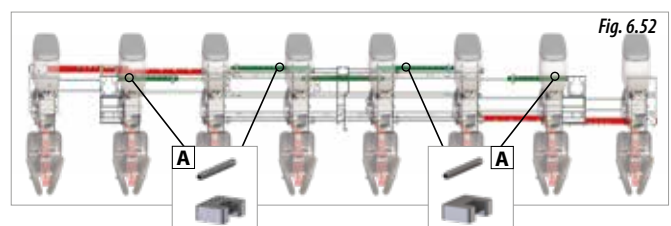
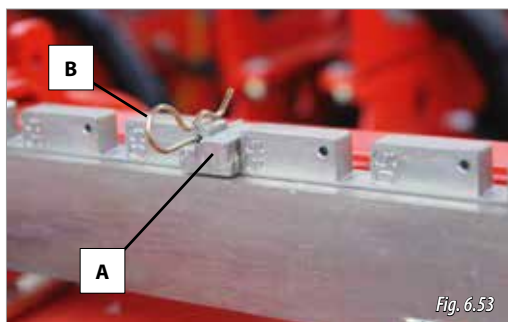

Fig. 6.52
Fig. 6.53
ESTE CHASIS TIENE MONTADOS UNOS TOPES FIJOS (A, FIG 6.52) QUE DEBEN ESTAR MONTADOS SIEMPRE EN LAS ENTALLAS DE LAS ASTAS SIN NÚMEROS GRABADOS (astas de color VERDE, FIG 6.52). NUNCA, BAJO NINGUNA CIRCUNSTANCIA DEBEN QUITARSE ESTOS TOPES FIJOS, YA QUE LA MÁQUINA PODRÍA SUFRIR DAÑOS.
Para regular la separación entre las filas, deberá posicionar los **6 topes de apertura entre filas** (A, Fig. 6.53) a la distancia deseada que marquen las astas de los elementos (astas de color ROJO, Fig 6.52). Para regular la distancia entre las hileras proceder como se indica a continuación:
- 1- Sacar el pasador (B, Fig. 6.53).
- 2- Retirar el tope de apertura (A, Fig. 6.53).